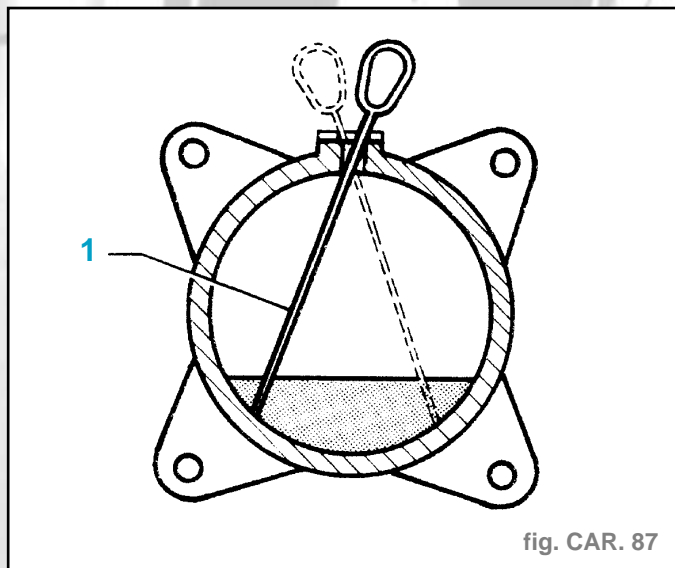

fig. CAR. 87
- Positionner la face inclinée de la jauge sur le corps du compresseur (fig. CAR. 87).